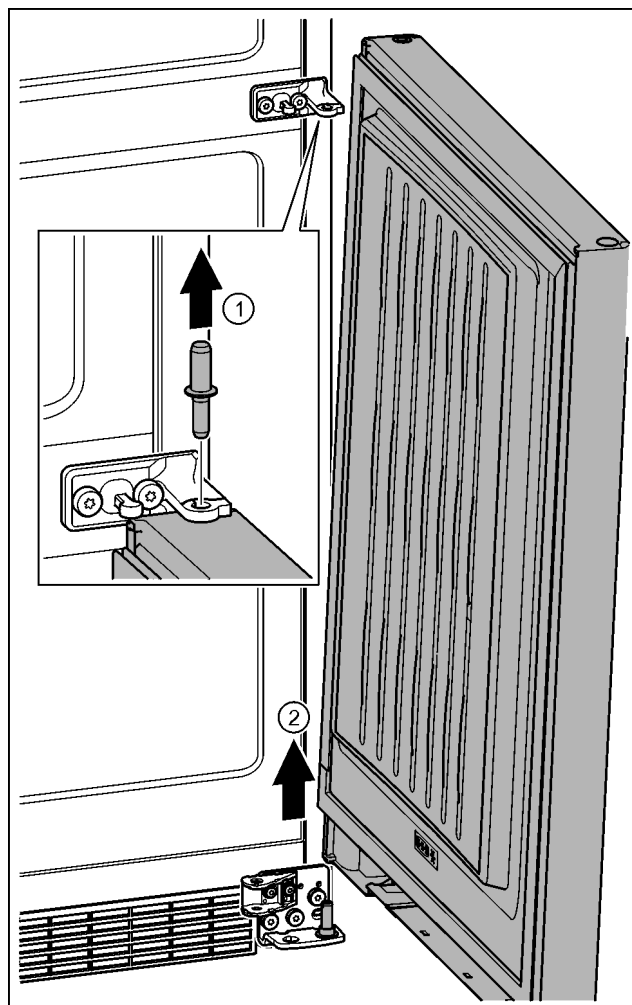

Fig. 22
- ▶ Čep vytáhněte nahoru. *Fig. 22 (1)*
- ▶ Dveře vysadte, vytáhněte nahoru a odložte stranou. *Fig. 22 (2)*